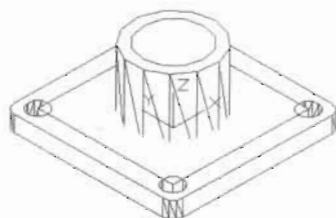

图 14-151
(9) 执行“视图>消隐”菜单命令,模型的消隐效果如图 14-151 所示。